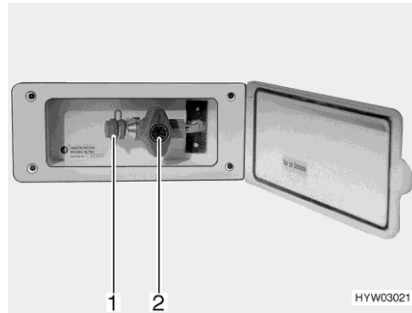

Bild 90 Externer Gasanschluss
- Externes Gasgerät an der Anschluss-Stelle (Bild 90,1) anschließen.
- Das Gasabsperventil (Bild 90,2) öffnen.